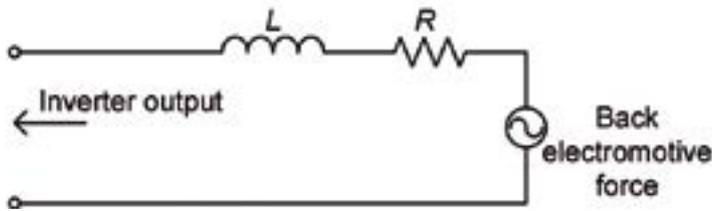

Figura 2. Circuito equivalente para un motor (1 fase).
ser realizada en una banda más grande que cuando se mide DC o frecuencia de la potencia comercial. Estudiemos la banda que se necesita para medir potencia en la frecuencia de conmutación y en sus armónicos. La Figura 2 proporciona un circuito equivalente para un motor que es accionado por un inversor. Puesto que los bobinados del motor tienen una componente inductiva, es menos probable que corrientes de alta frecuencia fluyan al motor. Puesto que la tensión es una forma de onda PWM, se puede aproximar a una onda rectangular. En este momento, la corriente tendrá el aspecto de una forma de onda triangular. Cuando se calculan valores RMS
De este modo, si tanto la tensión como la corriente es 0, la potencia activa para esa componente de frecuencia será 0. Asumiendo medidas de una precisión de 0.1%, la corriente con componentes armónicos de 7° orden o superiores se puede ignorar, como se ha visto anteriormente. Por lo tanto, es suficiente con medir tensión, corriente y diferencia de fase de manera precisa dentro de la banda de 5 a 7 veces la frecuencia de conmutación para medir potencia en la frecuencia de conmutación y sus armónicos con un error de 0.1% o menor. Sin embargo, las pérdidas en un motor real incluyen las pérdidas magnéticas debidas al material del núcleo así como las pérdidas debidas a diversos factores como por ejemplo los efectos en la superficie de los cables además de la porción de resistencia mostrada en la Figura 2. En consecuencia, una banda de frecuencia algo mayor es necesaria para medir la potencia con más precisión en la frecuencia de conmutación y sus armónicos. La banda que realmente se necesita está afectada por factores tales como las características de frecuencia de las respectivas pérdidas.
En este sentido, el uso de frecuencias de conmutación cada vez más altas para inversores SiC tiene el efecto de requerir una banda de frecuencia mayor. En general, los sensores de corriente se usan cuando se mide la corriente en un sistema de accionamiento motor. En este tipo de aplicaciones, el error de fase de los sensores de corriente se convierte en una problemática. Todos los sensores de corriente tienen una tendencia a mostrar mayor error de fase a altas frecuencias, y esta tendencia se convierte en una fuente de error cuando se mide potencia a altas frecuencias. Como se muestra en la Figura 2, la componente inductiva de los bobinados del motor es dominante a altas frecuencias. Como resultado, la potencia en la frecuencia de conmutación y sus armónicos está caracterizada por un bajo factor de potencia. Basado en la Ecuación (1), el error de fase tiene un impacto muy grande en el error de medición de potencia a valores de factor de potencia bajos (valores de  $\theta$  de aproximadamente  $90^\circ$ ).